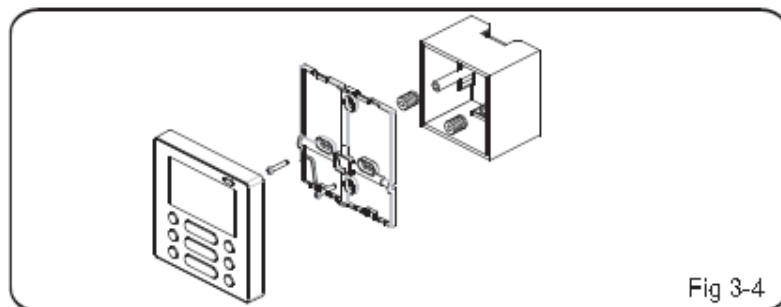

Fig 3-4
6. Fije la cubierta inferior de la caja eléctrica con los accesorios tornillos de cabeza ranurada. Confirme que la cubierta inferior está paralela a la superficie de la pared. Y vuelva a instalar la cubierta inferior al control centralizado. (Ver fig. 3-4)